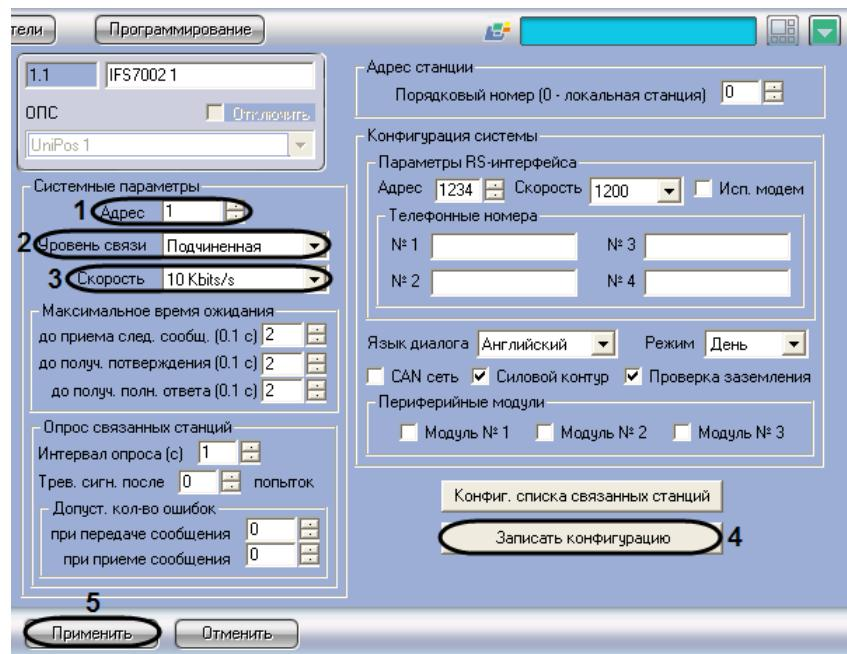

Рис. 3.3-4 Задание системных параметров станции IFS7002
- Перейти на панель настройки объекта **IFS7002** (см. Рис. 3.3-4).
2. В поле со списком **Адрес** ввести адрес станции в CAN-сети (см. Рис. 3.3-4, 1).
3. Из раскрывающегося списка **Уровень связи** выбрать приоритетный коммуникационный уровень станции в CAN-сети *OПС Unipos* (см. Рис. 3.3-4, 2).
4. Из раскрывающегося списка **Скорость** выбрать скорость передачи данных в CAN-сети станции (см. Рис. 3.3-4, 3).
5. Для применения настроек на станции нажать кнопку **Записать конфигурацию** (см. Рис. 3.3-4, 4)
6. Для сохранения настроек во внутренней базе данных ПК *Интеллект* нажать кнопку **Применить** (см. Рис. 3.3-4, 5).